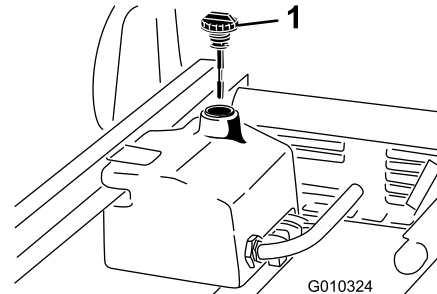

Figura 70
4. Limpie la zona alrededor del cuello de llenado y el tapón del depósito hidráulico (Figura 70).
6. Retire la varilla (Figura 70) del cuello de llenado y límpiela con un paño limpio.